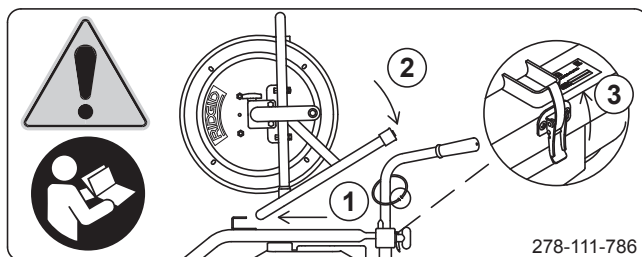

Figura 12 – Etiqueta del carrete de manguera de la KJ-3100
Para la KJ-3100: Abra el retén del mango y extraiga el carrete de manguera. Para montar el carrete de manguera, vea la *Figura 12*. Coloque el carrete de manguera sobre el bastidor, con el extremo del frente primero ①. Baje el carrete de manguera para montarlo ②. Cierre el retén que lo fija al mango ③.